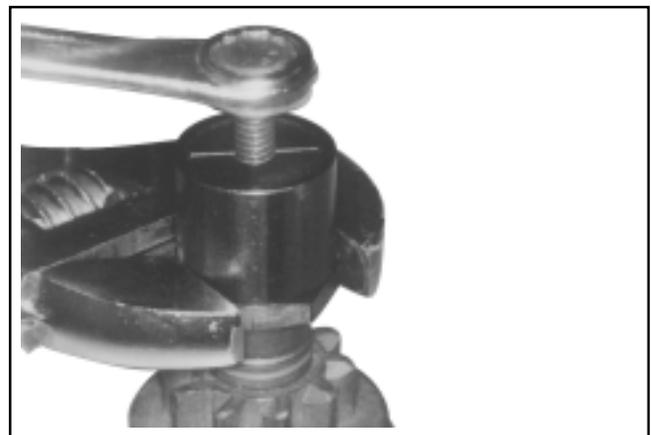

Figura 7-14. Con l'attrezzo fermo, girare la vite centrale in senso orario per rimuovere l'attrezzo di bloccaggio.
4. Avvitare la vite centrale nell'attrezzo di rimozione finché non si avverte una certa resistenza. Tenere ferma la base dell'attrezzo di rimozione con una chiave da 1 1/8" o regolabile. Utilizzando un'altra chiave da 1/2" o 13 mm, girare la vite centrale in senso orario (vedere Figura 7-14). La resistenza della vite centrale indicherà quando l'anello di bloccaggio è fuoriuscito dalla scanalatura nell'albero dell'indotto.